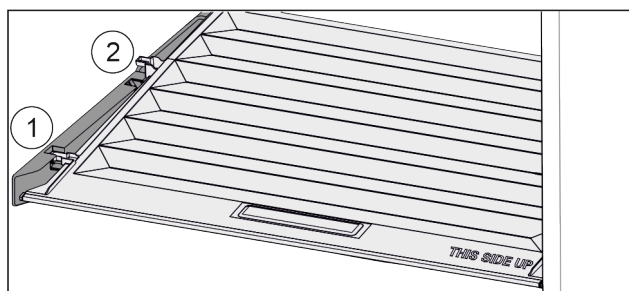

Fig. 41
- ▶ Tirare in avanti il coperchio fino all'apertura nei fermi Fig. 41 (1).
- ▶ Sollevare posteriormente dal basso e togliere verso l'alto Fig. 41 (2).